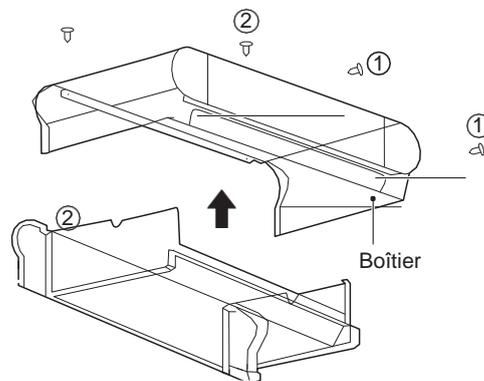
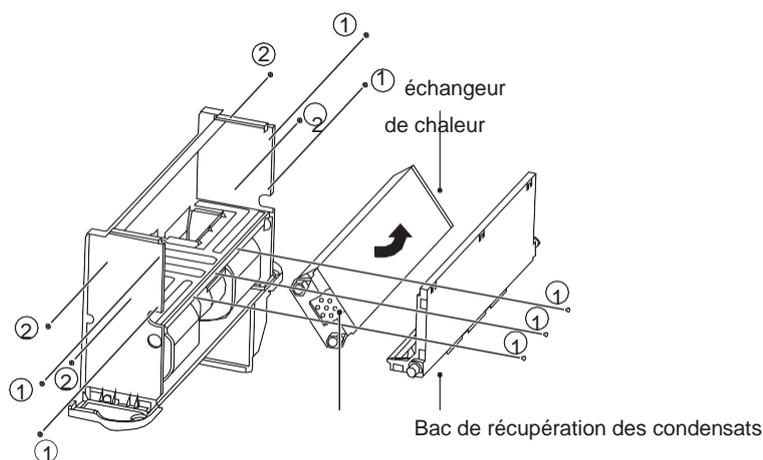

Fig. 5-17 Enlever le boîtier
Fig 5-18
Comme indiqué sur la figure 5-17, retirez les vis ① * 2 et ② * 2, puis le boîtier. Comme indiqué sur la figure 5-18, retirez les vis ① * 7 pour enlever le bac de récupération des condensats.
Pivotez l'échangeur de chaleur dans le sens indiqué à la Fig. 5-18.